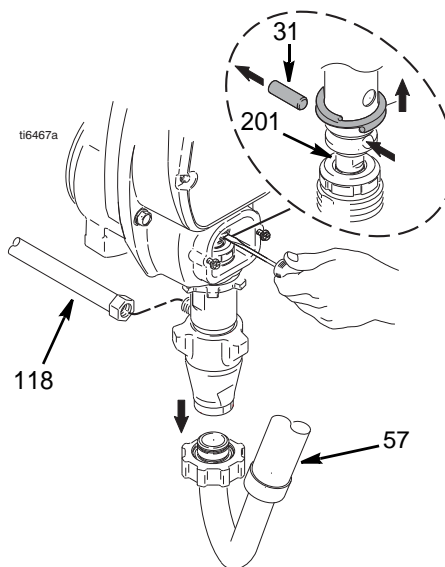

FIG. 16
3. FIG. 16. Pare la bomba con el eje del pistón (201) en su punto más bajo.
5. FIG. 16. Retire la manguera (118) y la manguera de aspiración (57). Utilice un destornillador para extraer el muelle de retención y el pasador (31).